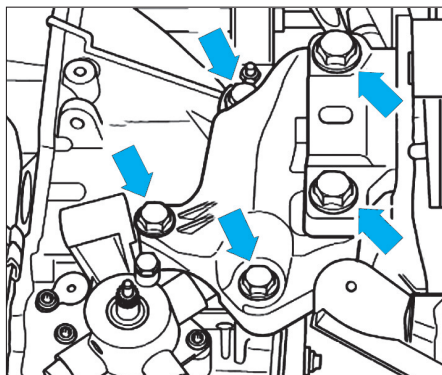

Fig. 8
- Déposer les vis de fixation du support supérieur de boîte de vitesses (Fig.8).